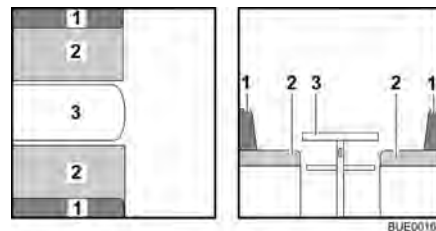

Fig. 86 Antes de la transformación
- Transformar la mesa (Fig. 86,3) en base de cama (véase apartado 6.11).
- Quitar los cojines del respaldo (Fig. 86,1) y ponerlos a un lado.